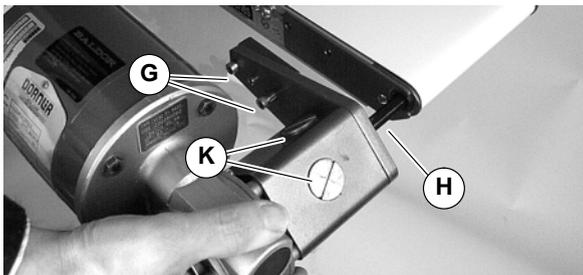

Abbildung 8
7a. Inspektionsstopfen wieder anbringen (K siehe Abbildung 8). Sechskantwelle in die Innensechskantbohrung der Antriebsrolle einsetzen und gegen den Förderer schieben. Zwei (2) Schrauben installieren (G). Die Schrauben auf 9 Nm festziehen.